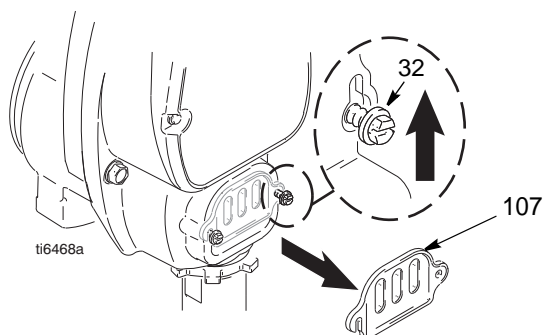

FIG. 15
4. FIG. 15. Løsne to skruer (32) og ta dekslet (107) av pumpestangen.